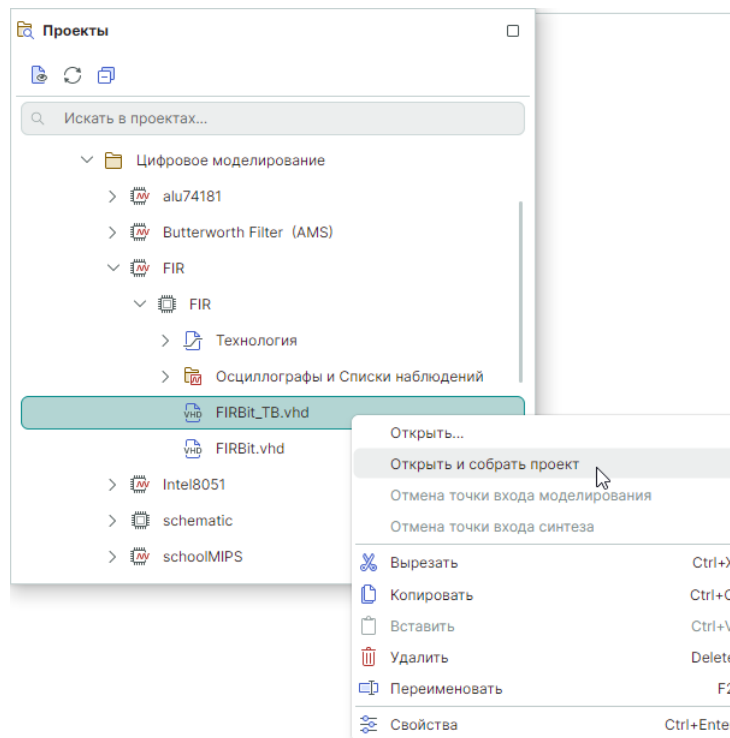

Рис. 25 Запуск компиляции из контекстного меню
2. Выберите «Открыть и собрать проект», см. Рис. 25.